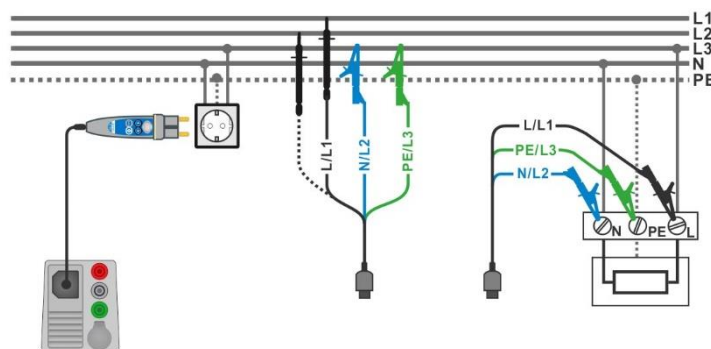

Abbildung 7.55: Phase-Neutralleiter- oder Phase-Phase Messung der Leitungsimpedanz - Anschluss des Commander-Prüfsteckers und den 3-Leiter Prüfadapter
- Schließen Sie den 3-Leiter Prüfadapter oder den Commander-Prüfstecker am Prüfling an, siehe **Abbildung 7.55**.